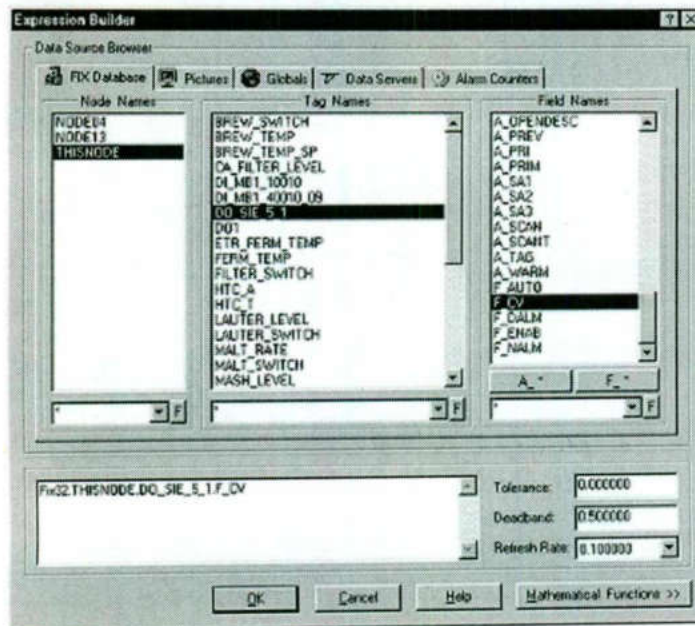

Figura 9-6: Cuadro de Texto Expression Builder
- La figura 9-6 muestra un ejemplo de un tag iFIX